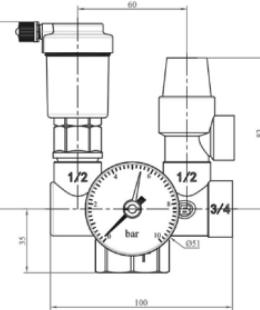

Рис.2
2.7 Габариты и присоединительные размеры приведены на рис. 2.